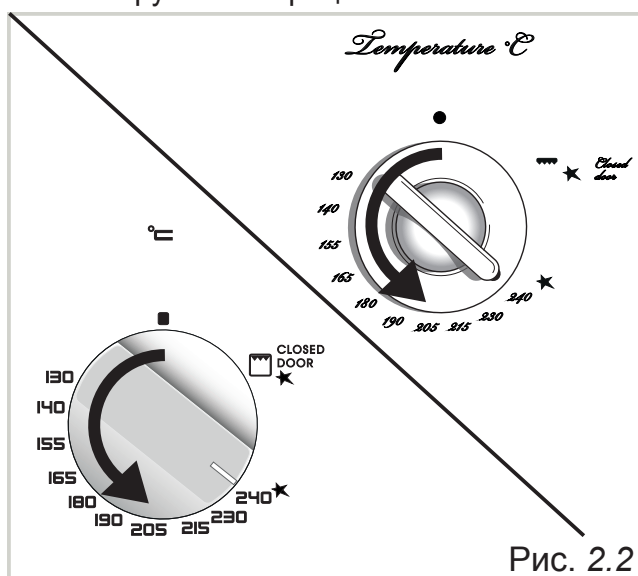

Рис. 2.2
2. Слегка вдавите ручку термостата и поверните против часовой стрелки (Рис. 2.2) до положения “★”, затем глубоко вдавите ручку для активации функции электрического зажигания и откройте подачу газа.